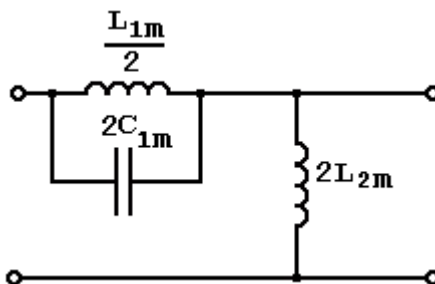

Рис. 7.18. Схема Г- образного звена параллельно-производного ФВЧ типа "m"
4. Изобразим схему Г- образного звена параллельно-производного ФВЧ типа "m" (рис.7.18)
5. Рассчитываем элементы Г- образного полузвена параллельно-производного ФВЧ (рис.7.18)